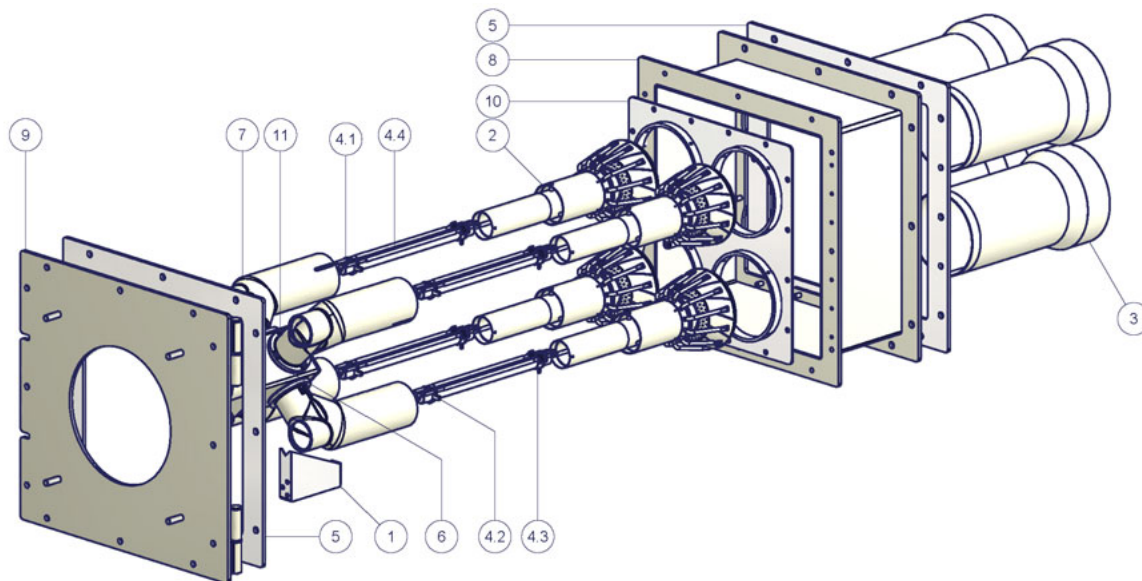

Рис. 8
- Демонтировать, проверить и почистить голову сгорания (см. Рис. 8).
- Проверить запальные электроды, почистить, отрегулировать и, при необходимости, заменить (см. Рис. 8 - Рис. 9).
ВНИМАНИЕ: если во время обслуживания горелки понадобится разобрать газовую рампу, снять с нее компоненты, не забудьте впоследствии, установив их обратно на место, произвести тест на герметичность, согласно требований действующих нормативов! Демонтируйте, проверьте и почистьте головку сгорания (см. Рис. 8).